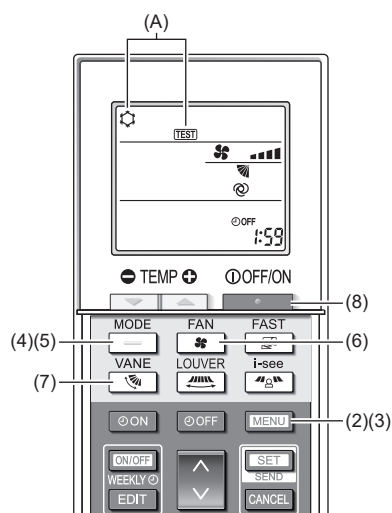

Fig. 7-8
- (1) Mettez l'appareil sous tension au moins 12 heures avant l'essai de fonctionnement.
- (2) Appuyez sur la touche **MENU** pendant 5 secondes. (Fig. 7-8)
- (3) Appuyez sur la touche **MENU**.
La mention (A) [TEST] et le mode de fonctionnement en cours sont affichés. (Fig. 7-8)
- (4) Appuyez sur la touche **MODE** pour activer le mode refroidissement, puis vérifiez que de l'air froid est soufflé par l'appareil.
- (5) Appuyez sur la touche **MODE** pour activer le mode chauffage, puis vérifiez que de l'air chaud est soufflé par l'appareil.
- (6) Appuyez sur la touche **FAN** et vérifiez que la vitesse du ventilateur change.
- (7) Appuyez sur la touche **LOUVER** et vérifiez que l'ailette automatique fonctionne correctement.
- (8) Appuyez sur la touche **ON/OFF** pour terminer l'essai de fonctionnement.